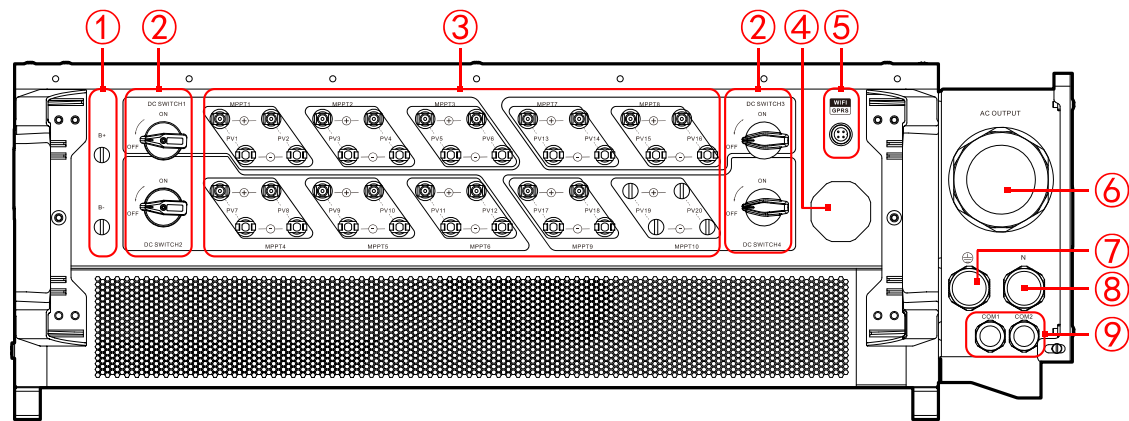

Figura 2-7 Disposizione della parte inferiore
L'aspetto della parte inferiore dell'inverter è illustrata nella Figura 2-7.
L'interruttore CC (mostrato nella sezione ② della Figura 2-7) collega l'inverter alle stringhe fotovoltaiche. Per motivi di sicurezza, spegnere l'interruttore CC nelle seguenti circostanze:
L'interfaccia Wi-Fi/GPRS è quella mostrata nella sezione ④ della Figura 2-7.